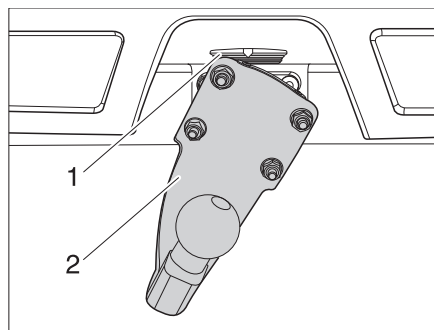

Fig. 6 Dispositif d'attelage
- Placer le dispositif d'attelage (Fig. 6,2) sous un angle de 90° au dispositif de blocage (Fig. 6,1).
- Faire pivoter le dispositif d'attelage (Fig. 6,2) vers le bas jusqu'à ce que le dispositif de blocage (Fig. 6,1) se verrouille.
- Pousser le dispositif de blocage (Fig. 6,1) vers le haut.
- Faire pivoter le dispositif d'attelage (Fig. 6,2) de 90° vers la gauche.
- Relâcher le dispositif de blocage (Fig. 6,1).
- Retirer le dispositif d'attelage (Fig. 6,2).